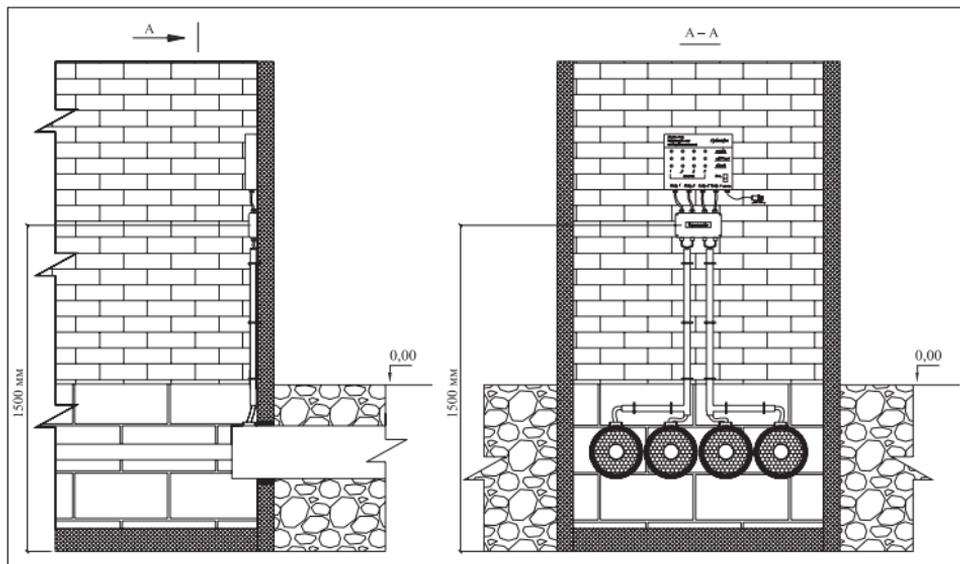

Рис. 10 «Установка терминала на стене здания»
10. При установке терминала внутри помещения (**Рис. 10**), просверлить в стене здания два отверстия (диаметром 6 мм и глубиной 30 мм) на уровне предполагаемого крепления терминала (Н~1,5 метра от пола).